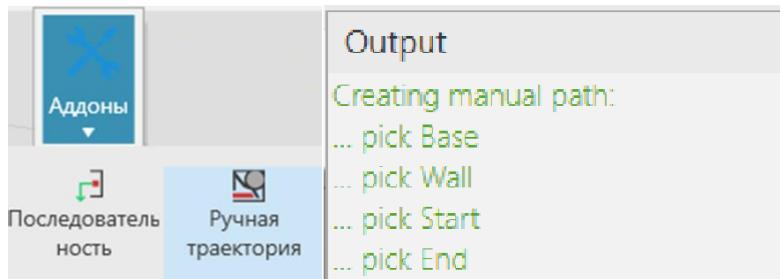

Рисунок 95 – Ручная траектория
- **Ручная траектория:** Вы можете выбрать стену, основание, начальную и конечную точки на заготовке для создания сварного шва вручную (рис.95).